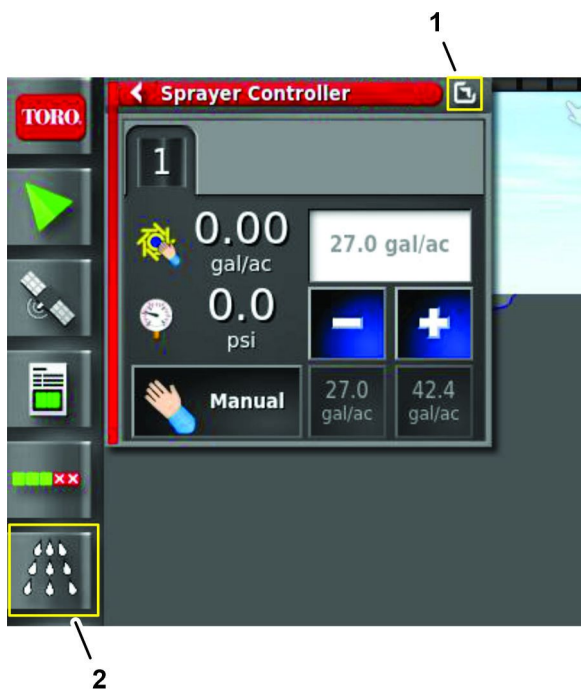

Figura 166
1. Sul quadro di comando, premete l'icona CONTROLLER DEL VOLUME DI IRRORAZIONE e premete l'icona Schermo intero nell'angolo in alto a destra del controller dell'irroratrice (Figura 166).